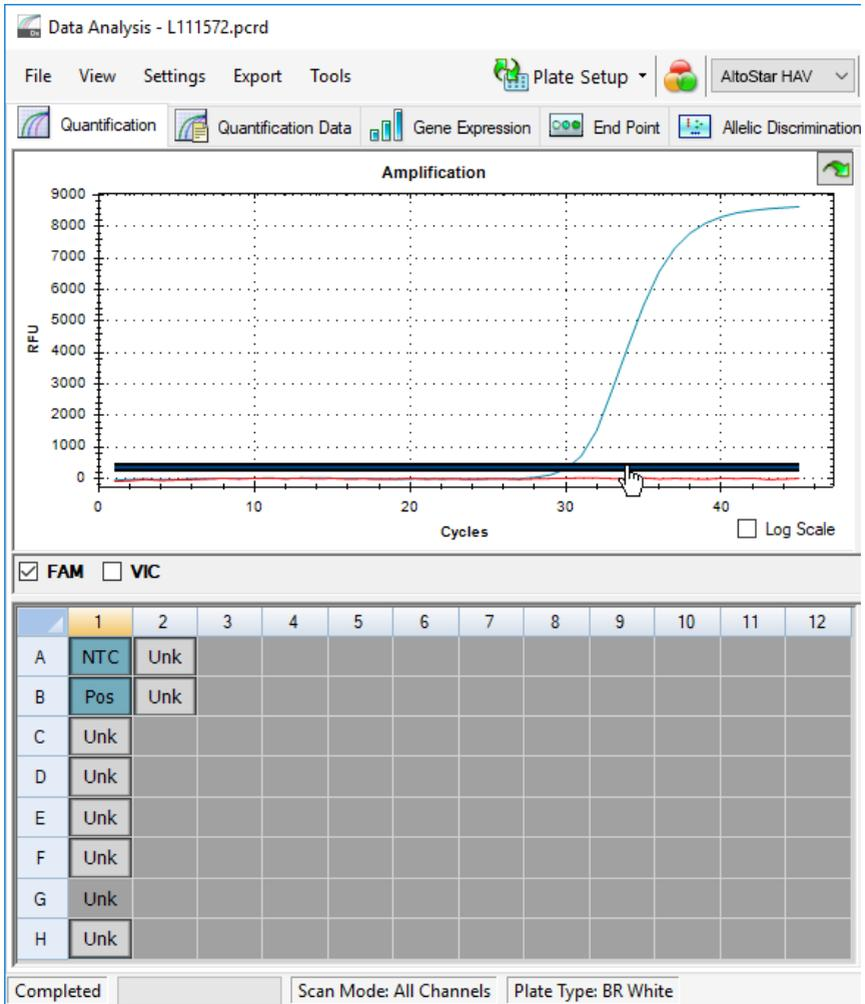

Abb. 10: Fenster Data Analysis (Datenanalyse): Festlegen des FAM™ Schwellenwerts
5. Entfernen Sie links im Fenster Data Analysis (Datenanalyse) das Häkchen aus dem Kontrollkästchen neben **VIC** und setzen Sie das Häkchen im Kontrollkästchen neben **FAM** für den Detektionskanal der HAV-Zielsequenz (siehe Abbildung 10).
- Wählen Sie nur die Wells mit der NTC und der PC in der Platten-Ansicht des Fensters Data Analysis (Datenanalyse) aus (siehe Abbildung 10).
- Ziehen Sie den Schwellenwert deutlich über das Signal der NTC hinaus in den exponentiellen Bereich des Signals der PC (siehe Abbildung 10).